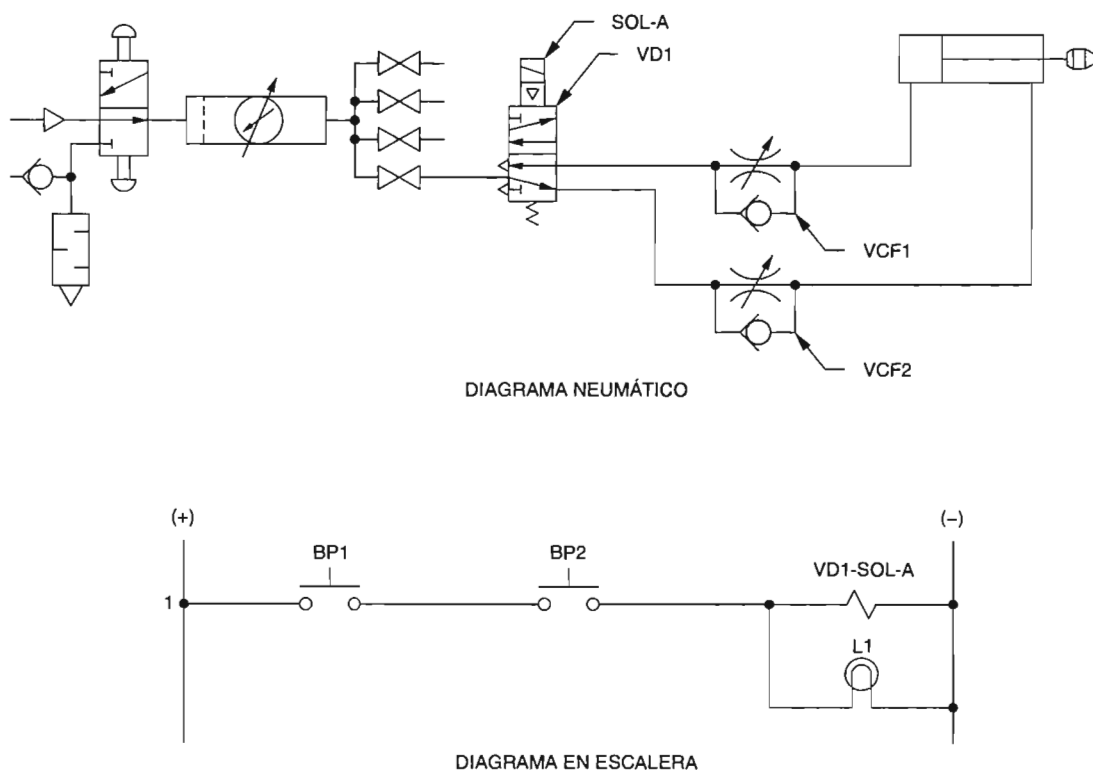

Figura 4-14. Circuito de seguridad básico de dos manos.
La figura 4-14 muestra un circuito de seguridad básico de dos manos. Los dos botones pulsadores, uno para cada mano, están conectados en serie, de manera que el operador debe usar sus dos manos para activar el cilindro. No hay contacto de relé de retención a través de los contactos de los botones pulsadores BP1 y BP2. La razón para esto es tener la válvula del solenoide desenergizada inmediatamente cuando cualquiera o ambos botones pulsadores sean liberados. Esto permite al operador retractar inmediatamente el cilindro en cualquier momento durante su extensión si una situación peligrosa se presenta.
Los circuitos de seguridad de dos manos deben estar diseñados para que no sean sobrepasados. La razón es que a muchos operadores se les paga por cada pieza o parte que hacen. En un esfuerzo por acelerar la operación de la máquina, algunas veces los operadores intentan sobrepasar el circuito de seguridad trabando uno de los botones pulsadores. Por ejemplo en la figura 4-14, si cualquier botón pulsador fuera trabado, el operador podría operar el equipo con el otro botón pulsador.
- ☐ 17. Conecte el circuito mostrado en la figura 4-14.
2. Para que el circuito de seguridad de dos manos de la figura 4-14 sea efectivo, ¿Cómo deben estar localizados los dos botones pulsadores, BP1 y BP2?
3. ¿Podría el circuito de seguridad de dos manos de la figura 4-14 asegurar una operación sin riesgos del circuito si un asimiento del contacto de relé de retención estuviera conectado en paralelo con los contactos de los botones pulsadores BP1 yBP2? Explique.